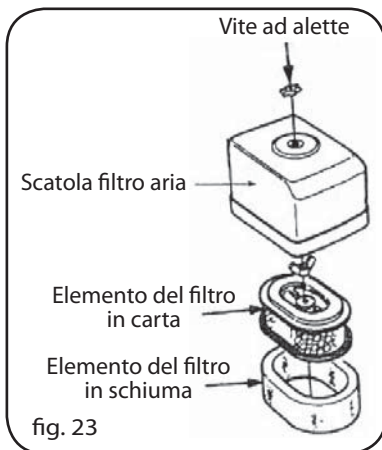

fig. 23
**Filtro a doppio elemento (Fig. 23)**